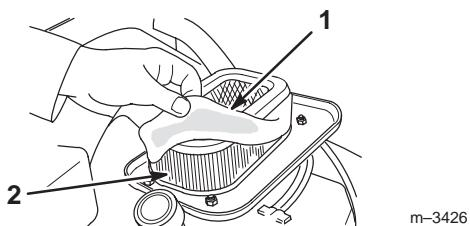

Bild 27
- Entfernen Sie die Einsätze und trennen den Schaumeinsatz vom Papiereinsatz ab (Bild 27).
- Schieben Sie das Schaumelement vorsichtig auf den Papiereinsatz (Bild 27).